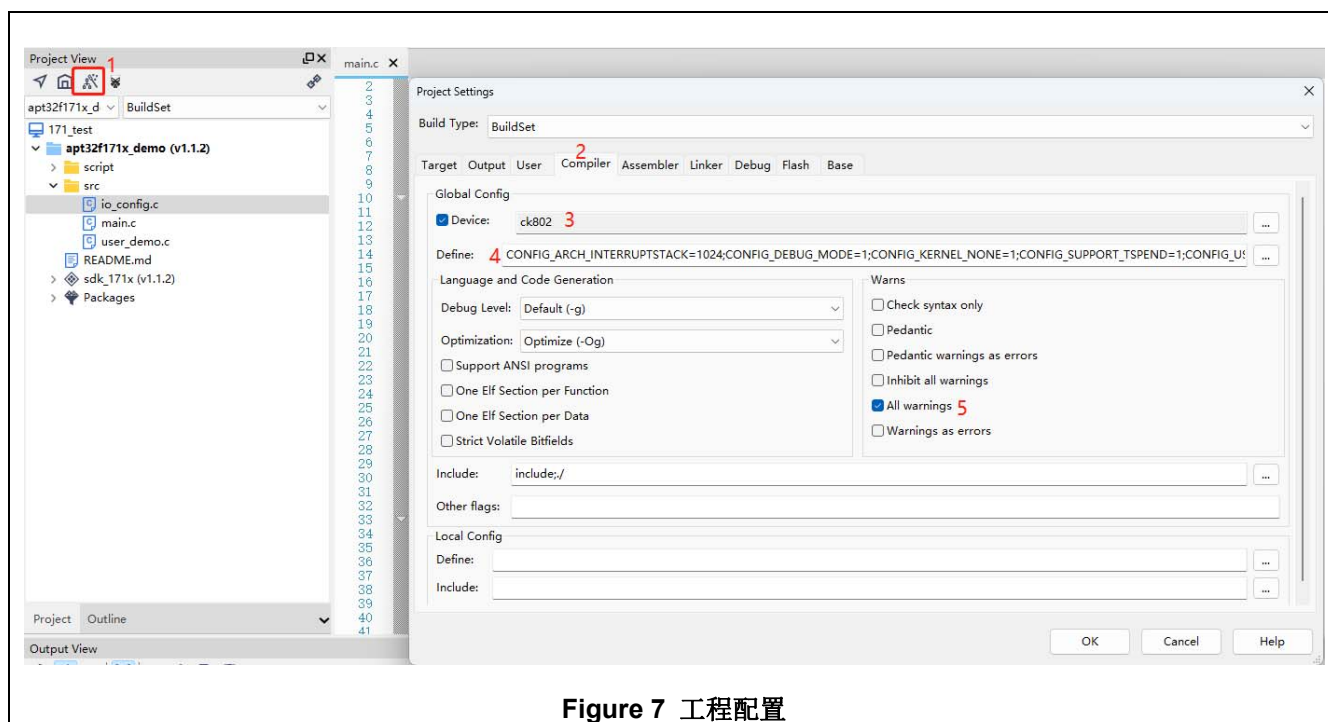

Figure 7 工程配置
2. 真实的串口输出，使用真实的硬件串口。使用时需要确保全局宏DBG\_PRINT2PC=1（见Figure7）存在。调试串口数据格式固定为数据位8位，停止位1位，不校验。默认使用UART0，PA11（TXD）和PA12（RXD）。注意查看MCU 型号是否有UART0外设。UART口及对应的管脚资源可改。如果要调整串口资源，需要在board\_config.h中更改相应的宏，并调整硬件连接。